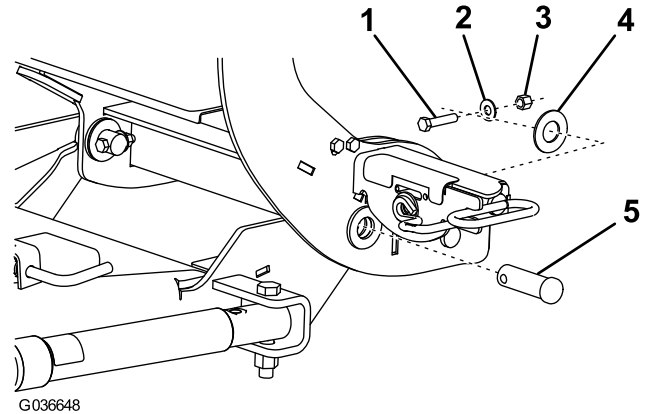

Bild 5
- Fluchten Sie die Lagerbolzenlöcher der Kupplungssäule mit den Lagerbolzenlöchern im Schubrahmen aus und befestigen sie, wie in Bild 5 abgebildet.